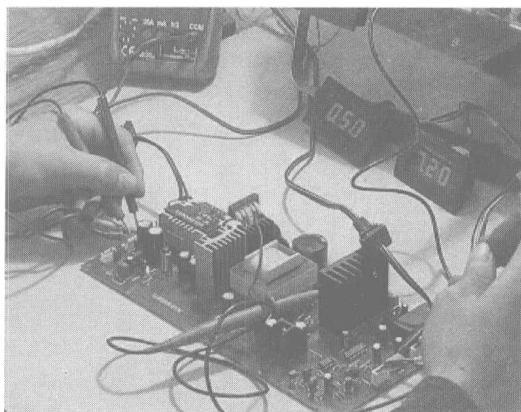

图 1-10 调整电阻器的工作电流
① 注意限制电阻器的电流。加到电阻器两端的电压增至一定数值时,由于电流增大,电阻器会发生击穿现象,导致电阻值增大或开路,因此必须对电压进行限制,如图 1-10 所示。在额定功耗不变时,电阻值越小,额定电流越大。